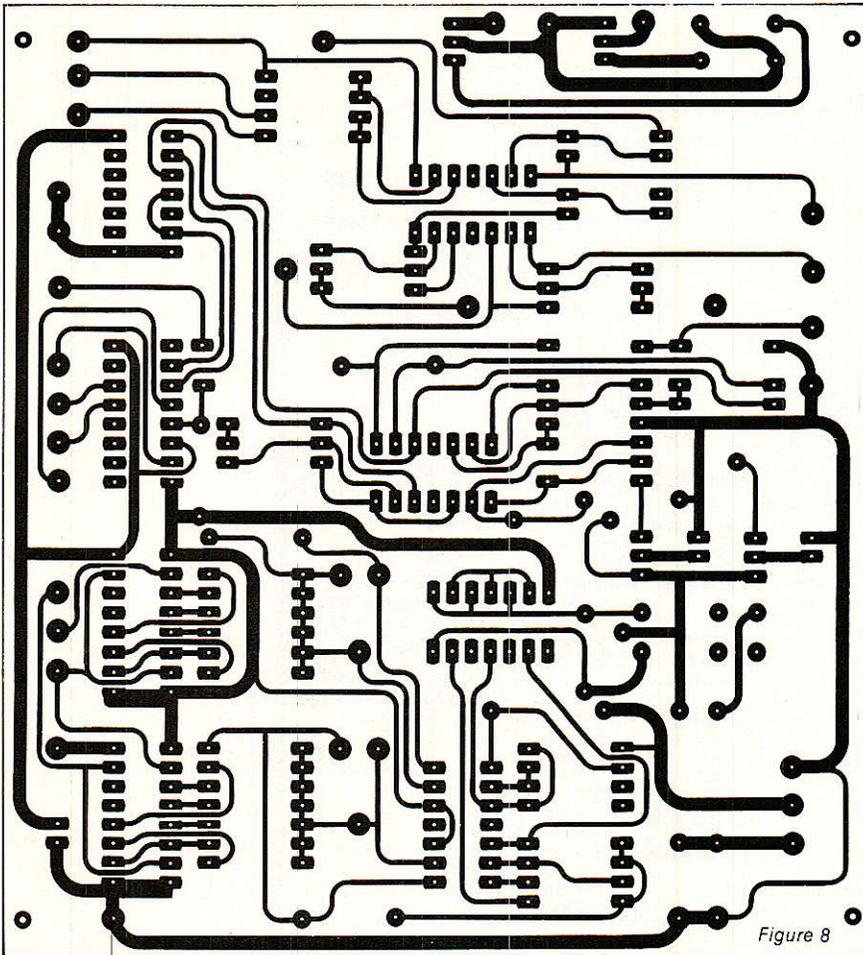

Figure 8
**A**u départ, il n'y avait qu'un circuit, mais il est devenu nécessaire d'en greffer un autre. Pas très judicieux nous diriez-vous, mais cela délimite les rôles et évite de refondre toute une implantation, ce qui est un travail fastidieux. Ce sont tous deux des circuits réalisés en double face. Leurs tracés et implantations figurent aux figures 8 à 13. Il est recommandé d'utiliser la méthode photographique. On reproduira le tracé sur un mylar (ou feuille de calque), à l'aide de transferts, et rubans. On réalisera aussi le second mylar avant de passer à la suite. Bien s'assurer de la superposition des deux faces, mais aussi des deux circuits au niveau des pastilles de IC9 et IC10. Après la phase d'insolation et un contrôle rigoureux de